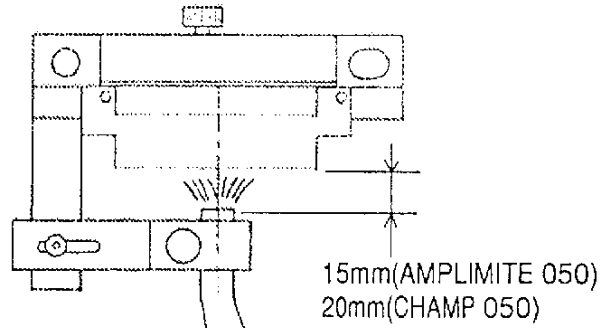

FIG. 8
- 2) ケーブルをセットします。セット位置はシールドケースによって異なりますが、FIG.8を参考にして下さい。
- 2) Set the cable. Position of the sheath end depends on the type of the shield case to be used. Refer to FIG.8.